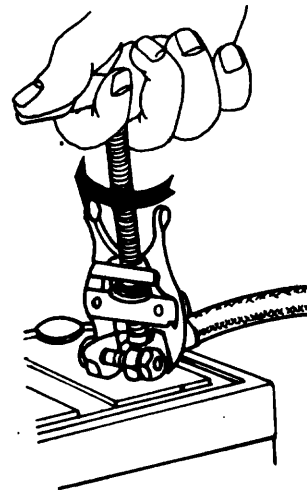

Fig. 1
- 1) Si la cabeza del terminal del borne de la batería estuviese pegado, utilice el extractor de terminales (fig.1).